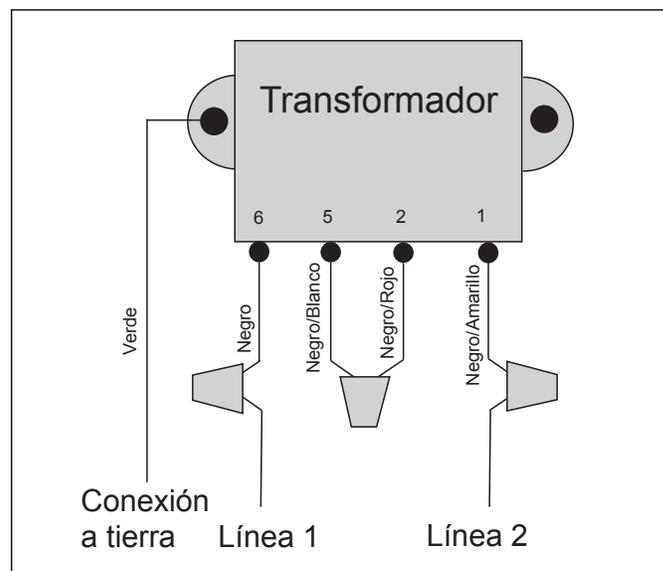

Figura 3. Cableado de fábrica para funcionar a 220 voltios
- Para que funcione a 220 voltios, conecte el cable negro a la línea 1 y conecte el cable negro con la raya amarilla a la línea 2. Véase Figura 3.
1. Corte el casquillo de unión que conecta los cables blanco/negro y rojo/negro. Véase Figura 3.